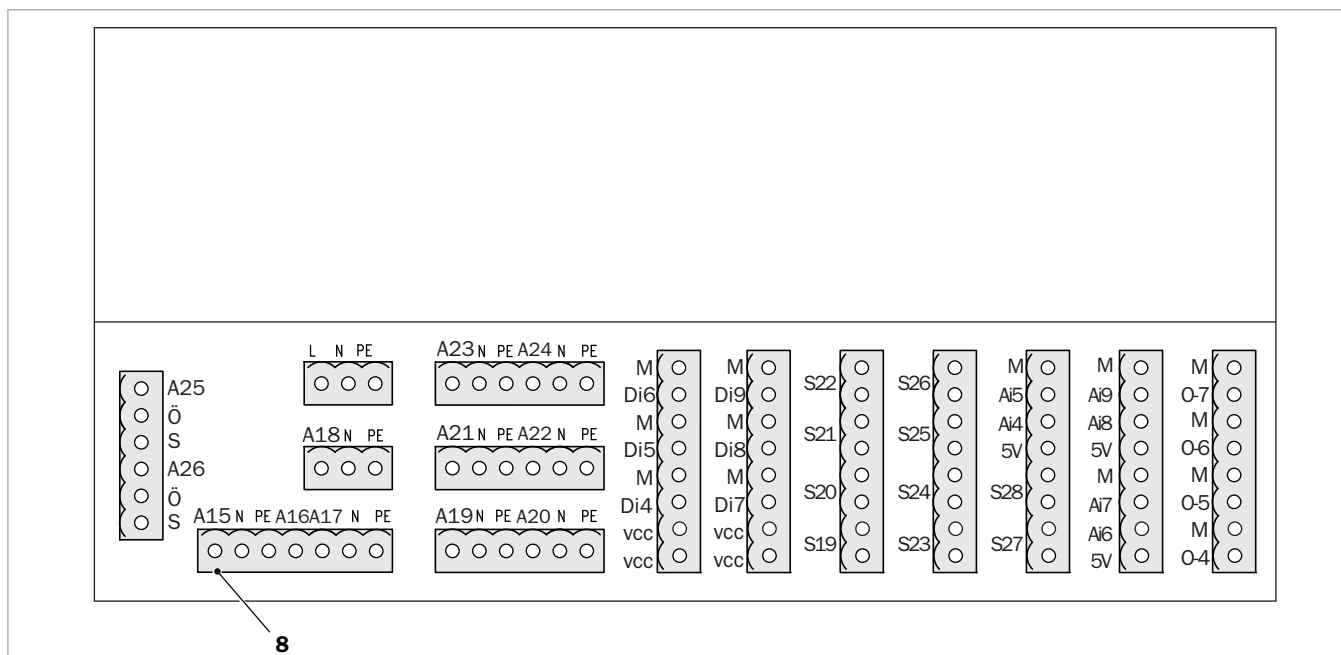

Abb. 3: Zusatzplatine
3. Stecker der Pumpen von (2 - 7) der Netzbaugruppe sowie (8) der Zusatzplatine (→ Abb. 3) abziehen und an (2 - 8) des Notfall-Kabelbaums stecken.